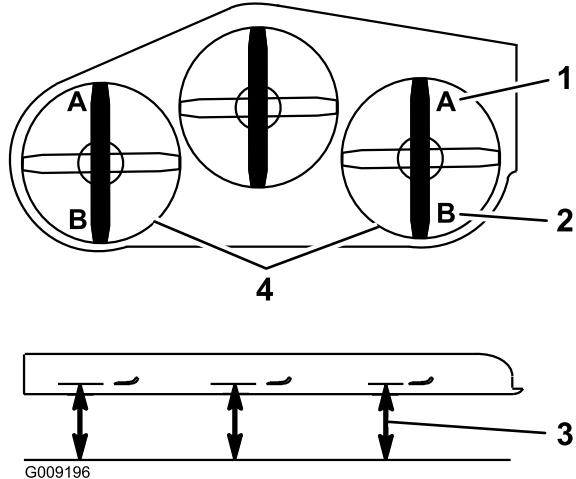

Figura 88
9. En ambos lados de la plataforma, mida desde la superficie nivelada hasta la punta delantera de la cuchilla (Posición A). La medida debe ser de 7,6 cm (3 pulg.) (Figura 88).
15. En ambos lados de la plataforma, mida desde la superficie nivelada hasta la punta trasera de la cuchilla (Posición B). La medida debe ser de 8,3 cm (3-1/4 pulg.) (Figura 88).